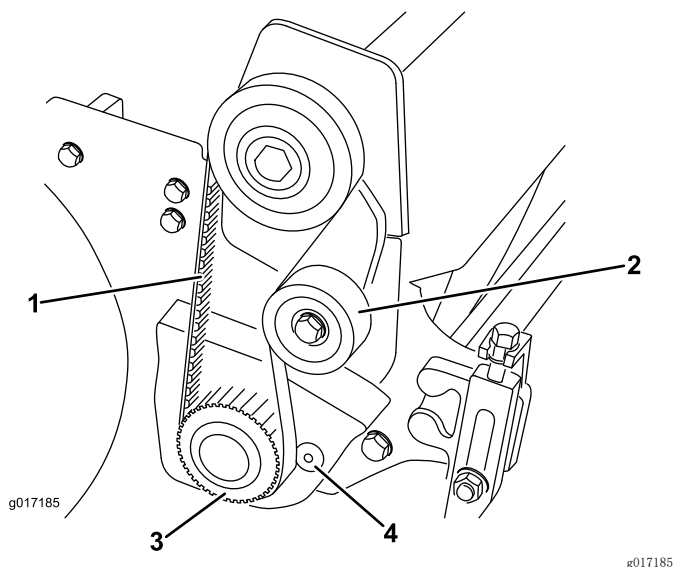

图18
2. 旋松惰轮皮带轮，以释放皮带的张紧力，然后从皮带轮上取下滚刀驱动皮带（图18）。
- 使用 1.3cm 传动棘轮和延长件，从滚刀轴上卸下驱动皮带轮（图18）。
- 卸下将疏草刀臂盖固定到轴承壳体 and 侧板上的 2 个平头螺丝和螺母（图18）。